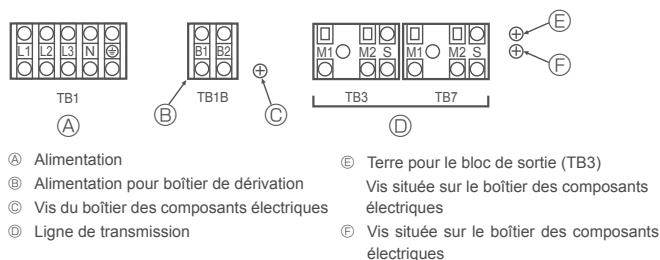

Fig. 6-1
6.2. Boîtier de commande et emplacement pour le raccordement des câbles (Fig. 6-1)
- Connectez les fils entre l'appareil extérieur et l'appareil intérieur ou raccordez le boîtier au bloc de sortie de transmission (TB3) de l'appareil extérieur. Connectez les fils entre l'appareil extérieur et le système de commande centralisée au bloc de sortie de transmission (TB7) de l'appareil extérieur. En cas d'utilisation de câblage blindé, raccordez la masse du câblage blindé à la borne blindée (S) du bornier (TB3) ou (TB7). Si la connexion du connecteur d'alimentation de transmission de l'appareil extérieur a été modifiée de CN41 à CN42, raccordez la borne blindée (S) du bornier (TB7) à la vis (F) à l'aide du fil fourni.
- * La borne blindée (S) du bloc de sortie de transmission (TB3) est connectée à la masse (E) lorsque l'appareil quitte l'usine.